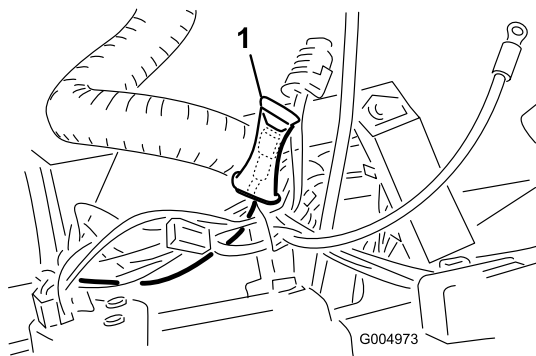

Figura 28
4. Dentro del panel de control, localice el cable rosa cuyo conector está envuelto en una burbuja de plástico (Figura 28). Corte con cuidado el extremo de la burbuja de plástico y enchufe el conector de cable correspondiente. Cierre y enganche la tapa del panel de control.
5. Enrute el otro extremo del arnés de cables por debajo del soporte del bastidor trasero hacia el lado izquierdo de la máquina, y al mismo tiempo inserte los clips del cable del arnés en los taladros de la parte inferior del soporte del bastidor trasero (Figura 28).